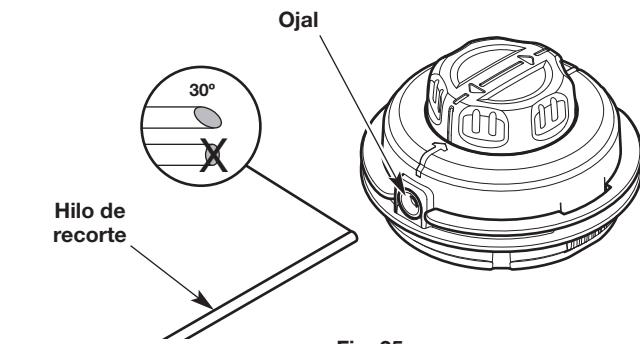
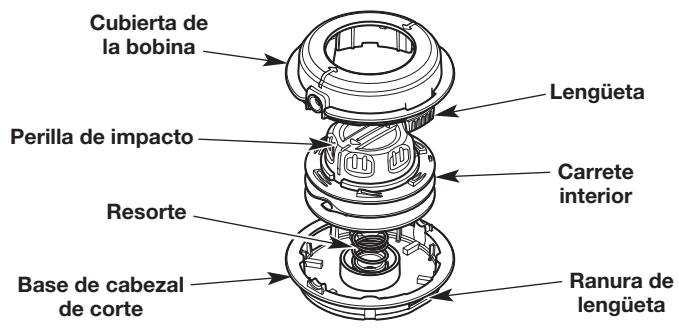

Fig. 25
Fig. 28
- Corte dos largos de 10 pies (3.0 m) de hilo de recorte nuevo. Corte un extremo de cada hilo en un ángulo de 30° (Fig. 25).
- Enhebre uno de los hilos por uno de los ojales del cabezal de corte (Fig. 25). Utilice el extremo angulado y empuje el hilo para que entre unas 3 pulgadas (7.5 cm). Repita este proceso con el otro hilo y el ojal restante.
- Mientras sostiene el destornillador en el lugar, gírelo suavemente para desatrancar la lengüeta del panel de las ranuras (Fig. 28).
- Retire la cubierta de la bobina (Fig. 28). NO extraiga el resorte de la base del cabezal de corte (Fig. 28).
- Empuje la perilla de impacto a través de la cubierta de la bobina. (Fig. 28). Si los ojales se salen, reinserción los ojales en la cubierta de la bobina (Fig. 25).
**NOTA:** NO separe la perilla de impacto del carrete interior (Fig. 28).
- Utilice una tela limpia para limpiar el carrete interior, la base de cabezal de corte y la cubierta de la bobina (Fig. 28).
- Inserte la perilla de impacto y el carrete interior en la cubierta de la bobina (Fig. 28).
- Alinee las lengüetas de la cubierta de la bobina con las ranuras de la base del cabezal de corte (Fig. 28). Empuje la cubierta de la bobina sobre la base del cabezal de corte hasta que las dos lengüetas queden insertadas a presión.